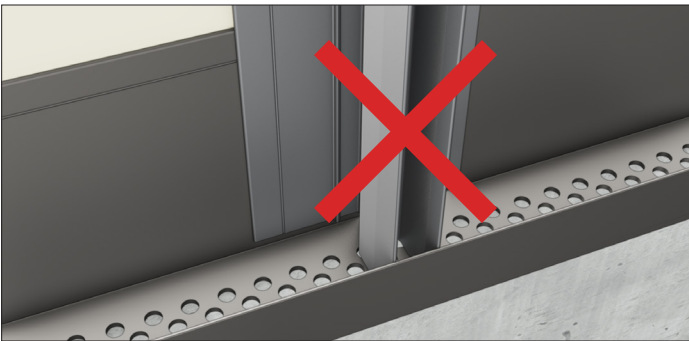

Figure 18.2
13. Ne superposez pas les profilés. (Figure 18.2)